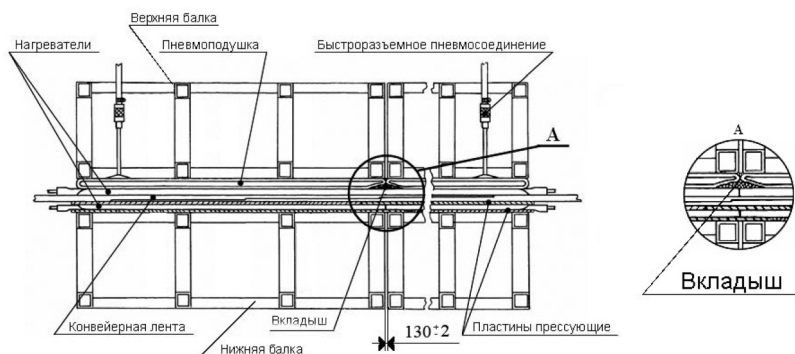

Рис. 21 Продольное сечение вулканизатора "ТПК 1000 – 1500" в сборе
На раму конвейера установить и надежно закрепить две нижние балки на расстоянии  $130 \pm 2$  мм друг от друга (см. Рис. 21 и 22).
• На нагреватели уложить вкладыш и две пневмоподушки (см. Рис. 21).